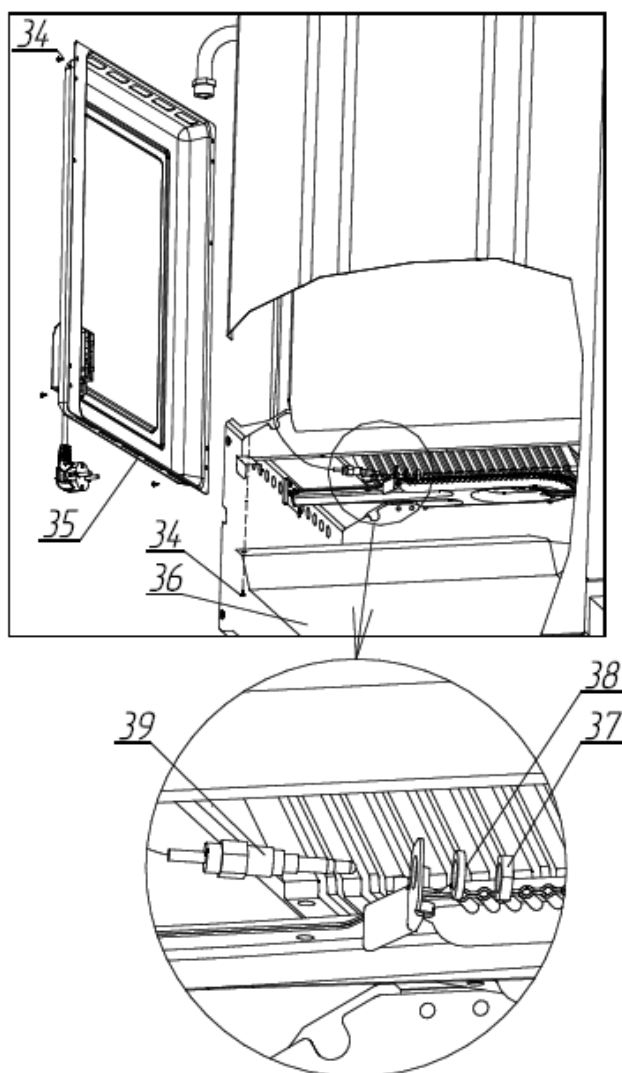

Рисунок 9. Демонтаж датчика контроля пламени духовки.
Предварительно необходимо снять кожух задний (см. рис.9).
- обеспечить доступ к задней части газовой плиты (см. рисунок 9);
- отвинтить шурупы по металлу (34) и снять заднюю перегородку (35) плиты согласно рисунку 9;
- вынуть ящик для хранения посуды, отвинтить шурупы по металлу (34) - 4 шт. и снять экран горелки (36)
- гаечным ключом (зев ключа 12 мм) открутить и снять гайку (37) с шайбой (38);
- вынуть датчик контроля пламени (39) из кронштейна и заменить его на новый;
- снять кожух задний (см. рис.9);